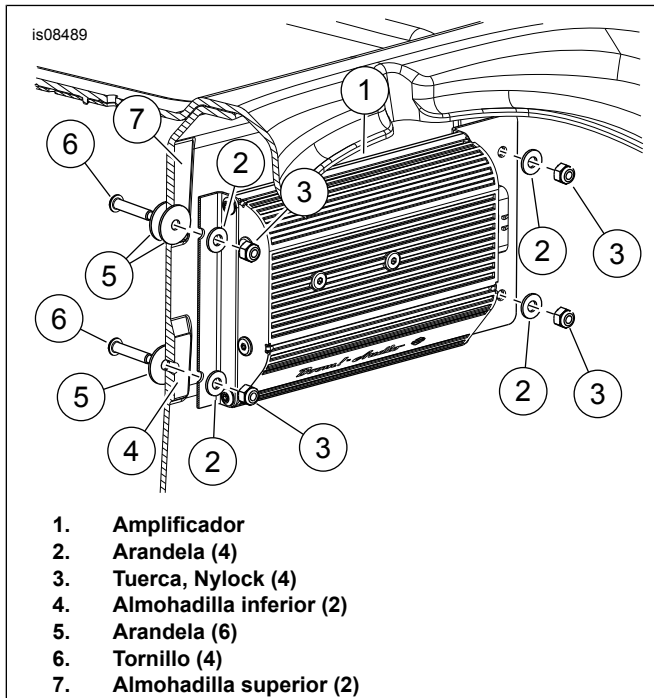

Figura 2. Instalación del amplificador
6. Consulte Figura 2. Coloque el amplificador y las piezas de soporte (1) sobre las cuatro almohadillas elevadas (4 y 7). Coloque el conector orientado hacia el lado izquierdo del vehículo, como se muestra. Centre los agujeros inferiores sobre las almohadillas inferiores (4).
11. Consulte Figura 2. Coloque una arandela (5) en los tornillos (6). Realice la instalación a través de los agujeros desde el interior del portaequipajes. Desde el exterior del portaequipajes, coloque una arandela adicional (5) sobre los tornillos superiores únicamente para que actúe como espaciador. Coloque el amplificador y las piezas de soporte (1) sobre las cuatro almohadillas elevadas (4 y 7). Coloque el conector orientado hacia el lado izquierdo del vehículo. Instale arandelas (2) sobre las piezas de soporte y los tornillos. Sujete con la tuerca (3). Ajuste la tuerca a: